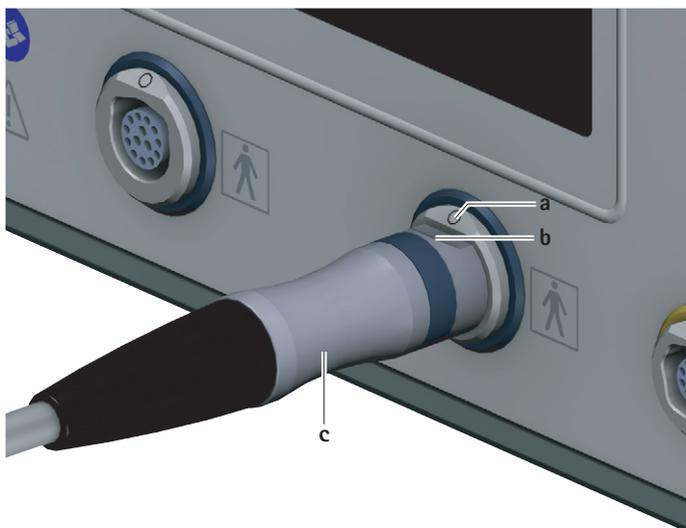

Fig. 3 Tilslutning af motorkabel
- ▶ Vend stikket til styreenheden **c** på motorkablet således, at markeringen **b** på stikket stemmer overens med markeringen **a** på tilslutningen til anvendelsesdelen **7**, se Fig. 3.
- ▶ Træk motorkablet via stikket til styreenheden **c** ud af tilslutningen til anvendelsesdele **7**, se Fig. 3.